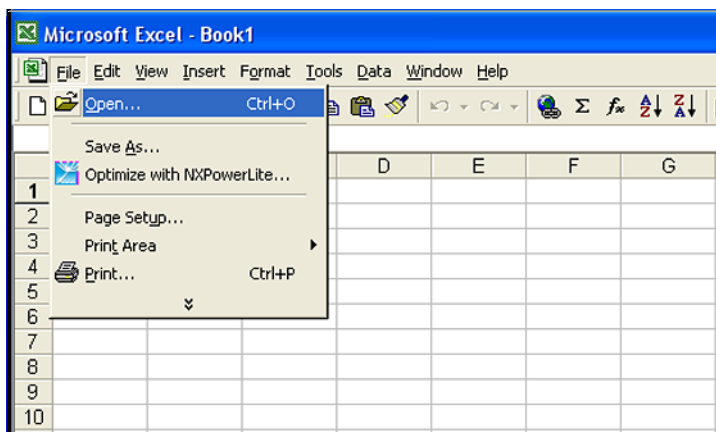

Figure 58: Ouverture d'un enregistrement dans Microsoft Excel
4. Les enregistrements du **dew.IQ** peuvent être ouverts à l'aide d'un tableur, tel que Microsoft Excel. Lancez le tableur et sélectionnez **Ouvrir** (voir *Figure 58* ci-dessous).